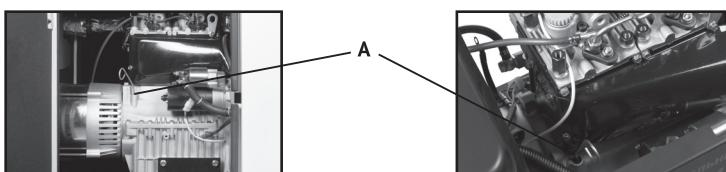

Рис. 3
- Вытащить масляный щуп А (Рис. 3) и протереть его чистой тканью.